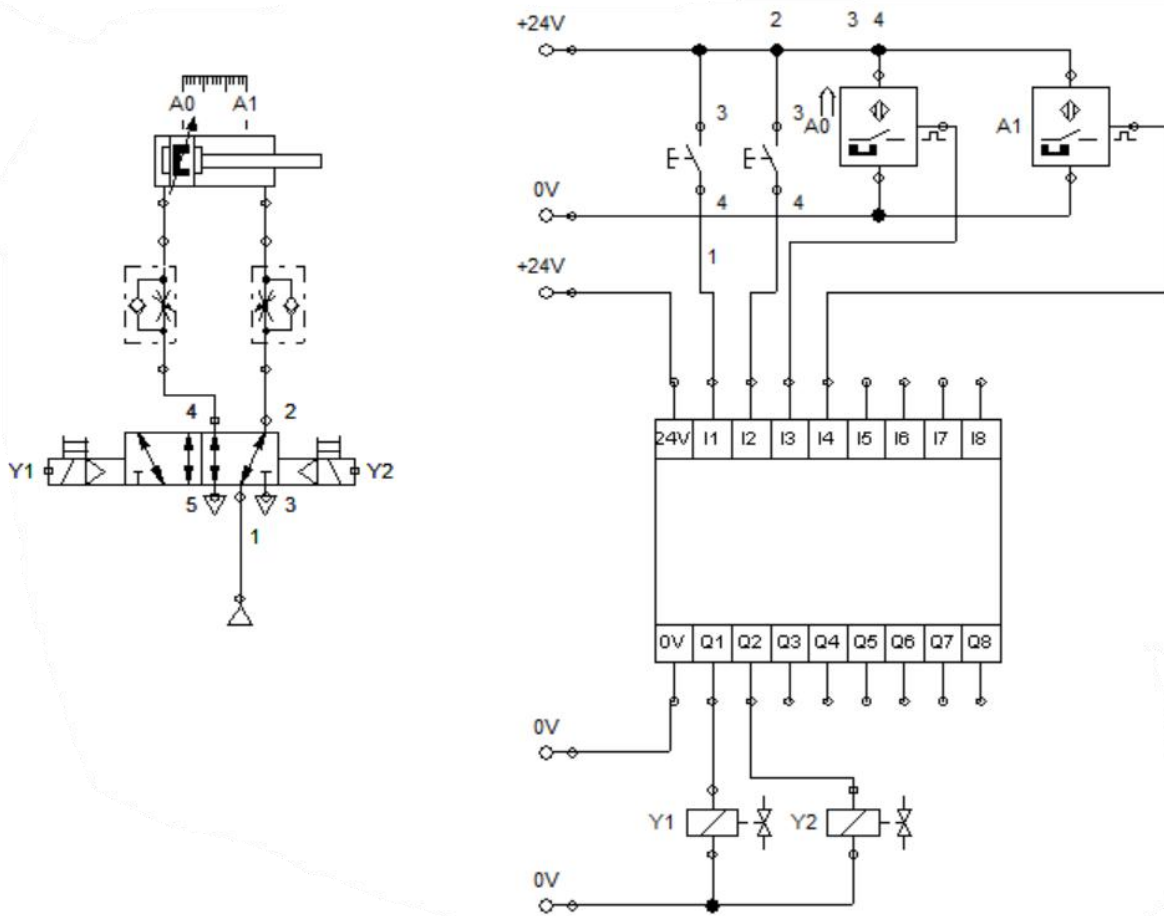

Figure 2 : Commande d'un vérin à double effet avec détecteur de proximité électrique par un API
- 2) Le schéma ci-dessous (**Figure 2**) représente un circuit pneumatique pour commander deux vérins par un API.
- a) Dessiner, avec le logiciel (FluidSim-p), le montage correspondant au schéma ci-dessous (**Figure 2**), puis réaliser sa simulation.